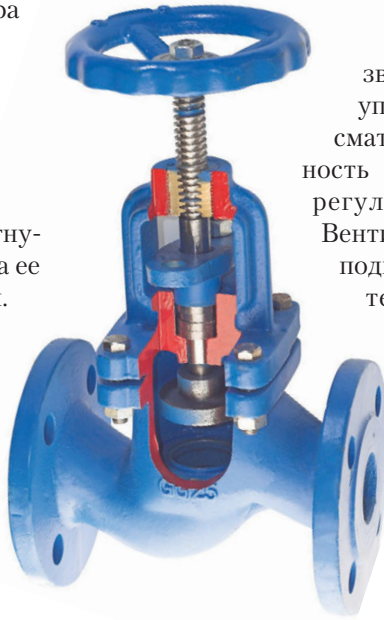

Рис. 4.31. Вентиль
□ **Вентили** оснащены перегородкой, которая разделяет трубу по диагонали на две части (рис. 4.31). Перегородка имеет изогнутую форму, причем одна ее часть — горизонтальная. В открытом положении вентиля вода из первой части трубы через отверстие проходит вверх и попадает во вторую часть. Чтобы перекрыть отверстие, нужно с помощью маховика опустить вниз затвор, закрепленный на шпинделе. Вентили имеют дополнительные уплотняющие и герметизирующие элементы конструкции, которые обеспечивают надежный запор. Так, на выступе шпинделя расположена накидная гайка, кото-